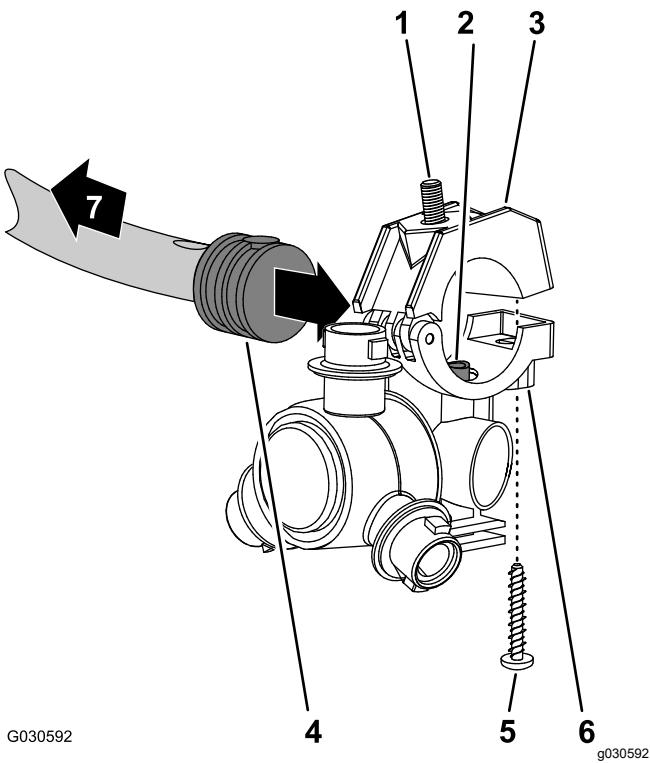

Рисунок 77
1. Возьмите распылительное сопло, снятое при выполнении пункта 12 Демонтаж шлангов распылительных сопел в системе с тремя секциями \(страница 35\), и совместите трубу для перекачивания в опоре сопла (Рисунок 77) с отверстием в боковой части хвостовика одностороннего шлангового штуцера типа «елочка» ($\frac{1}{2}$ дюйма).
2. Установите верхнюю половину зажима поверх хвостовика штуцера типа «елочка» и закрепите половину зажима и корпус распылительного сопла (Рисунок 77) с помощью винта из нержавеющей стали (12 x 1¼ дюйма); затяните винт из нержавеющей стали с моментом от 226 до 282 Н·м.